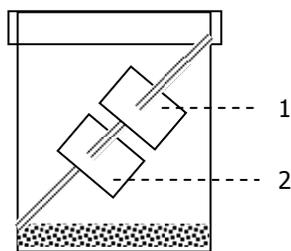

Рис. 9. Установка для получения озона
На дно стакана на 100 мл насыпать 2 лопаточки персульфата калия (или пероксида бария). Три фильтровальные бумажки смочить раствором иодида калия и одну бумажку (1) высушить, а вторую (2) оставить влажной и обе закрепить на стеклянной палочке, как показано на рис. 9 (для закрепления разрезать бумажки ножницами вдоль по центру). Третью же бумажку с иодидом калия оставить на воздухе, не высушивая.